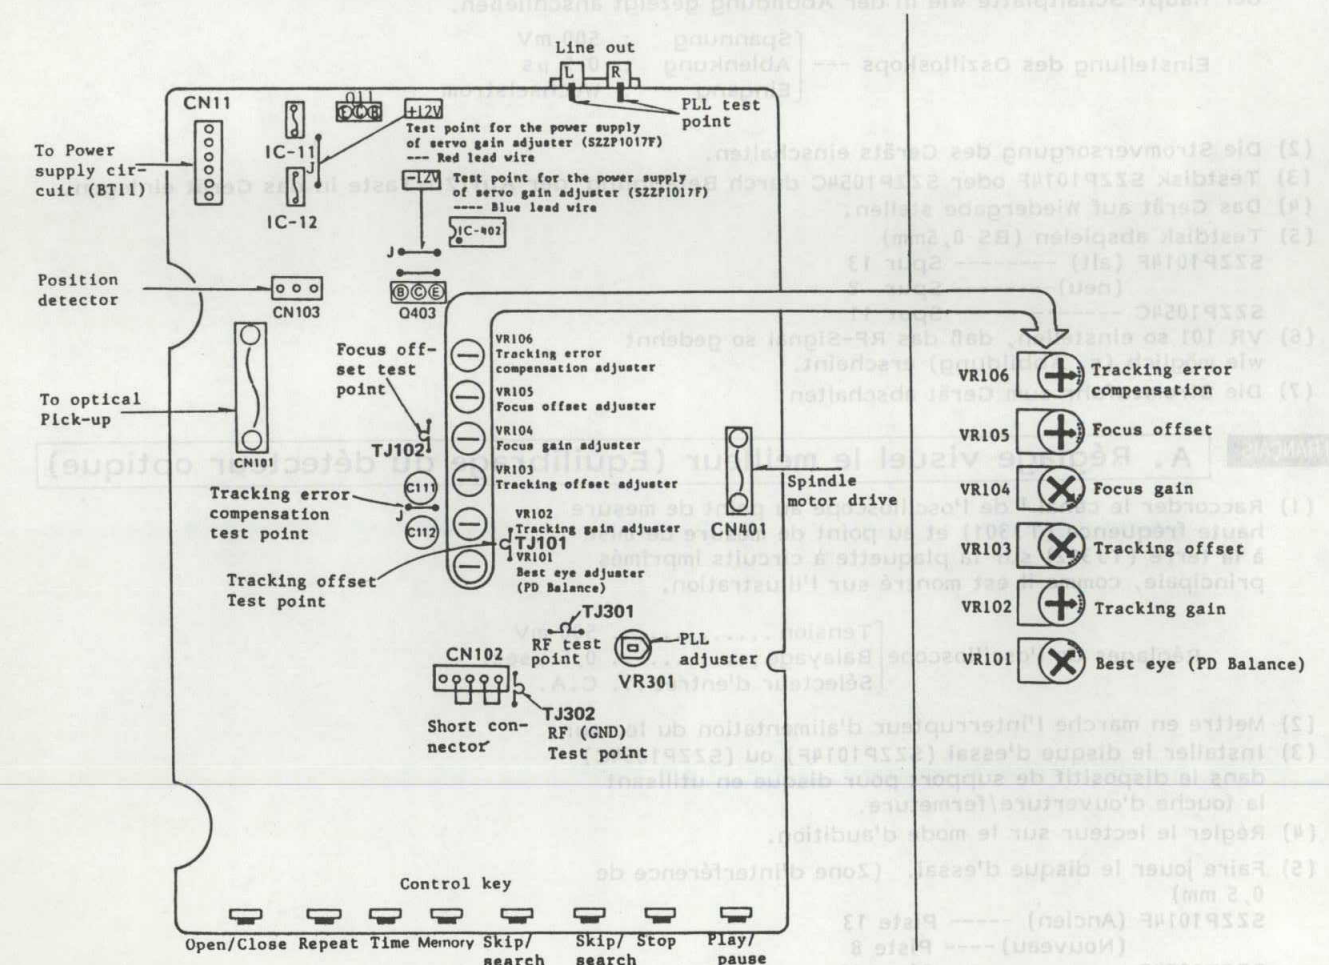

Fig. 5 Main circuit
- Check positions of VRs visually. (Temporarily set VRs according to Fig. 5)
- Stellung der Regelwiderstände nachsehen. (VR). (Provisorisch wie in Abb. 5 einstellen.)
- Vérifier visuellement les positions des résistances variables. (Régler temporairement les résistances variables selon la Fig. 5.)
- Verificar las posiciones de los VR visualmente. (Fijar temporalmente los VR de acuerdo con la Fig. 5.)
For adjusting the variable resistors, view the drawing to the right of the above Fig. 5.
All the electronic adjustments are possible by adjusting as shown in Fig. 5.
Die Regelwiderstände an der Seitenfläche können alle wie in Abb. 5 eingestellt werden. (Um die Arbeit bei der Einstellung zu erleichtern, kann der Schaltstab des Netzschalters abgenommen werden.)
Pour le réglage des résistances variables, voir le schéma à la droite de la Fig. 5 ci-dessus. L'ensemble des mises au point électroniques est possible en réglant comme il est montré à la Fig. 5. (Retirer la tige d'attaque de l'interrupteur d'alimentation pour la commodité de l'ajustement.)
los ajustes electrónicos haciendo la fijación tal como indica la Fig. 5.